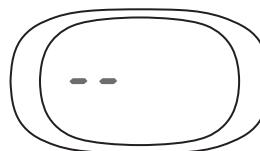

Рис. 2. Выключение котла
- После подключения к котлу электропитания в течение 5 сек. на дисплее будет высвечиваться версия программного обеспечения электронной платы котла, после чего высвечиваются 2 черточки – индикация выключеного котла (рис. 2).